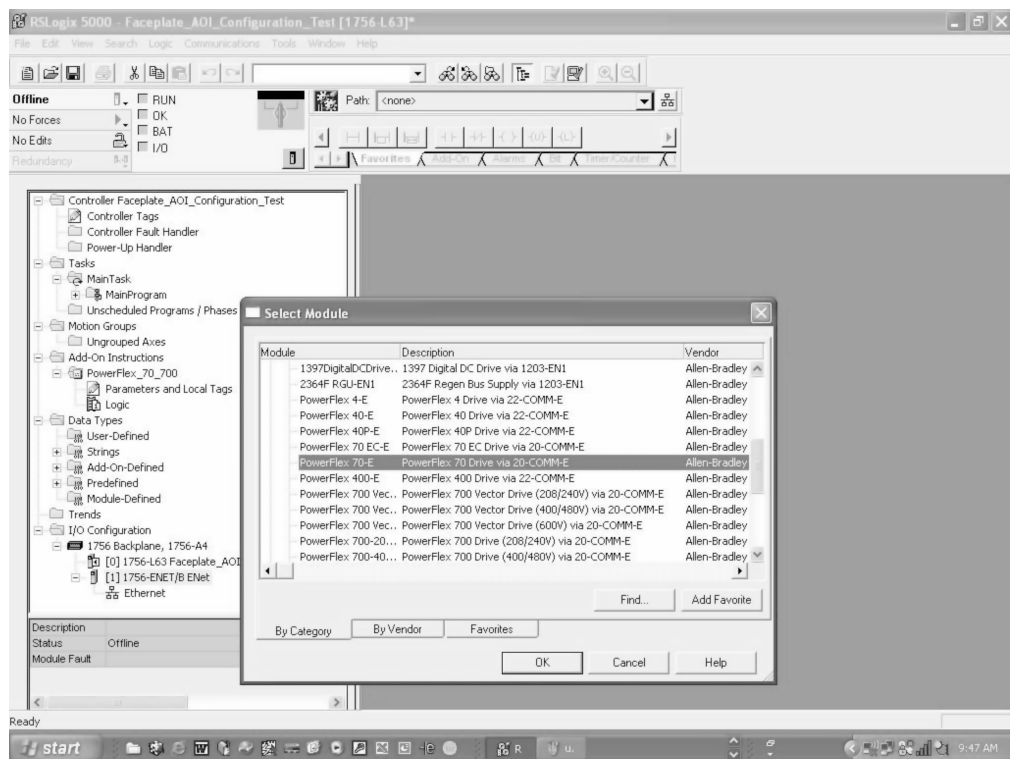

图 24-2 选择相应的变频器模块
2) 打开“变频器”(Drives)文件夹,选择相应的 PowerFlex 变频器模块并选择“确定”(OK),如图 24-2 所示。